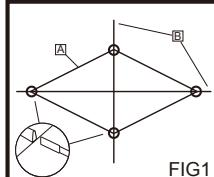

FIG1
2. Spingere le aste (B1) interamente nei canali. (FIG1)